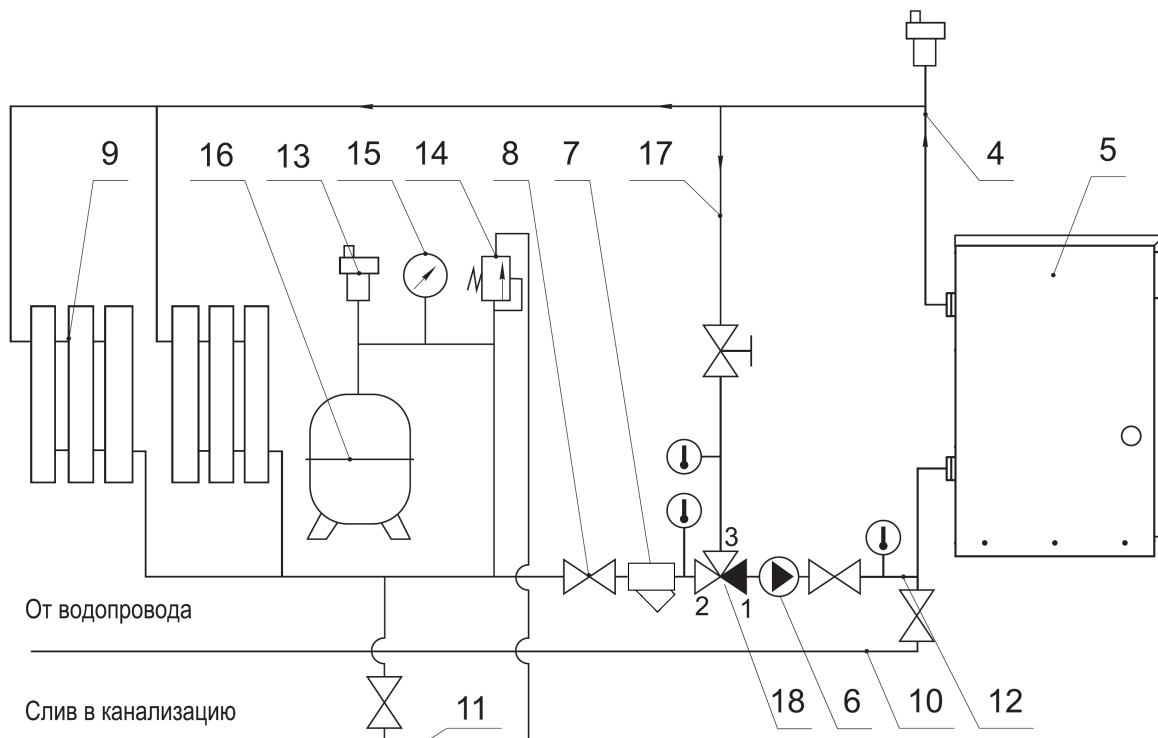

Рисунок 9
5.9 При использовании закрытой системы отопления (см. рис. 9) необходимо предусмотреть установку предохранительного сбросного клапана на давление не более 3 кгс/см² и манометр для контроля давления теплоносителя. Выход предохранительного клапана системы отопления должен быть присоединён к сливу в канализацию с разрывом струи.